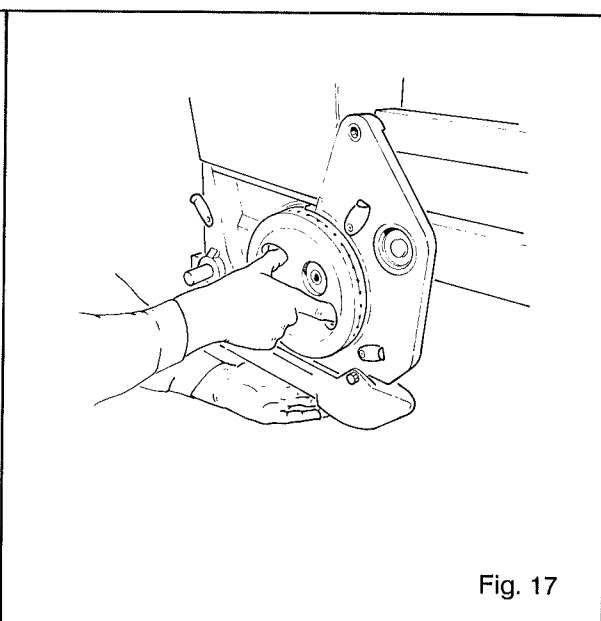

Fig. 17
- Greppa cellhjulet, enl fig.17, drag det rakt ut tillsammans med utkastarkniven.